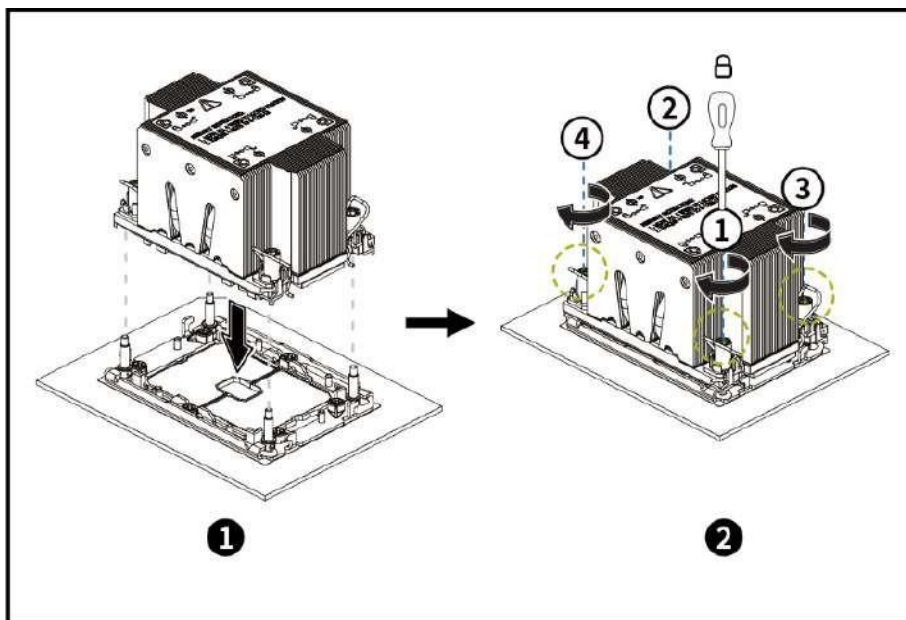

Рисунок 68 – Установка процессора с радиатором в сокет материнской платы
- С помощью отвертки Т-20 затяните 4 винта на радиаторе в следующем порядке (см. рисунок 68): 1→2→3→4 (Значение крутящего момента: 1 Нм).